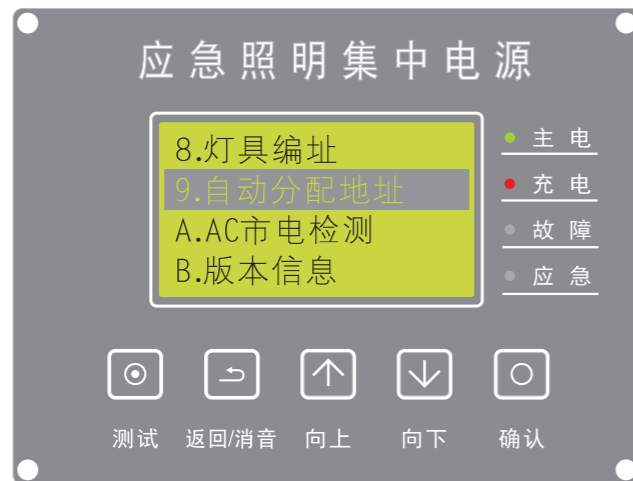

图22
(10)、自动分配地址：在主屏时，按【确认】键进入菜单，按【向上/向下】键选择【自动分配地址】（如图22）按【确认】键进入。（注：每条回路所配接的灯具需携带灯具固有的UID码）